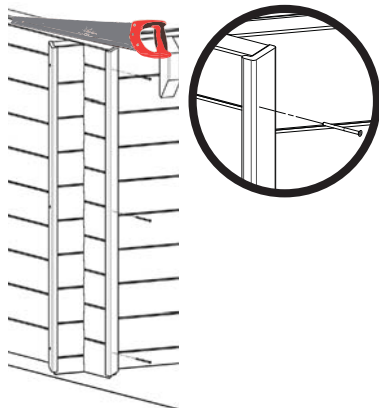

Figure 21
- Fixez le cache L à l'aide de 3 vis 4x60 également réparties sur la hauteur (figure 21).